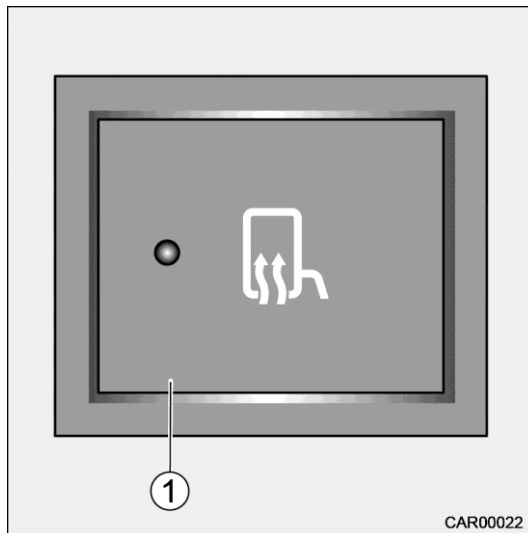

Fig. 51 Chauffage de rétroviseur s-plus
1. Actionner le commutateur (Fig. 51/1).